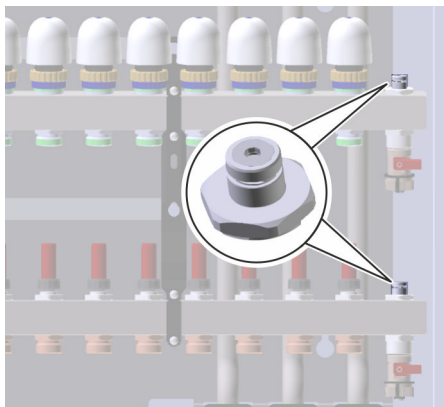

Abb. 66: Entlüftungsventile
- 9.** ➤ Um die Heizkreise zu entlüften, Entlüftungsventile (Abb. 66) an der Rändelschraube öffnen.
4. Um die Heizkreise zu entlüften, Entlüftungsventile (Abb. 66) an der Rändelschraube öffnen.